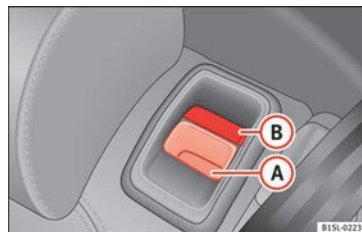

Bild 136 Baksäte: frigöringsknapp (A), röd märkning (B)
- Skjut frigöringsknappen » bild 136 (A) framåt och lyft samtidigt baksätets ryggstöd uppåt.
- Baksätets ryggstöd är inte spärrat när den röda delen av knappen (B) är synlig.